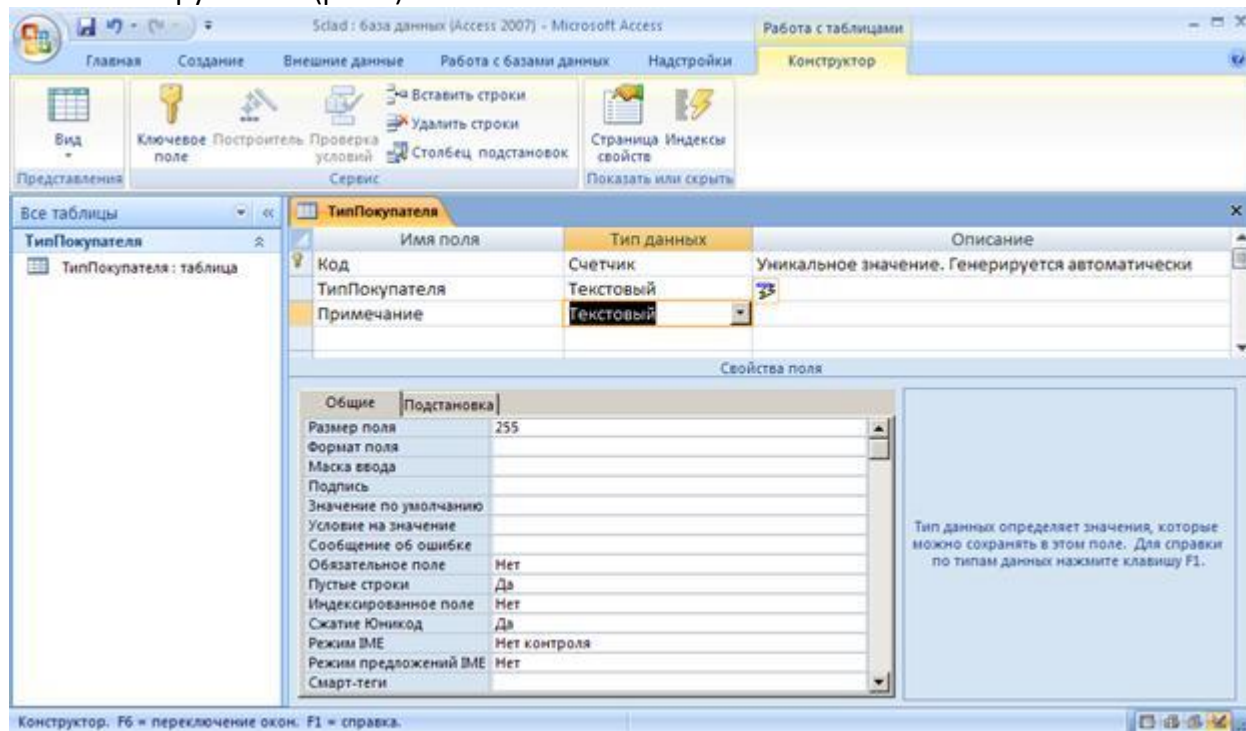

Рис.3. Создание таблицы в режиме КОНСТРУКТОРА
В режиме Конструктор таблица создается путем задания имен полей, их типов и свойств. На рис. 3. показана структура таблицы ТИП_ПОКУПАТЕЛЯ.
7. В нижней части **Конструктора таблиц** на вкладках **Общие** можно установить свойства каждого из полей таблицы (рис.3).
8. Укажите ключевые поля. Для указания ключевого поля выделите соответствующую строку (установите в этой строке курсор) и нажмите на кнопку **Ключевое поле**  на панели инструментов (рис.3).